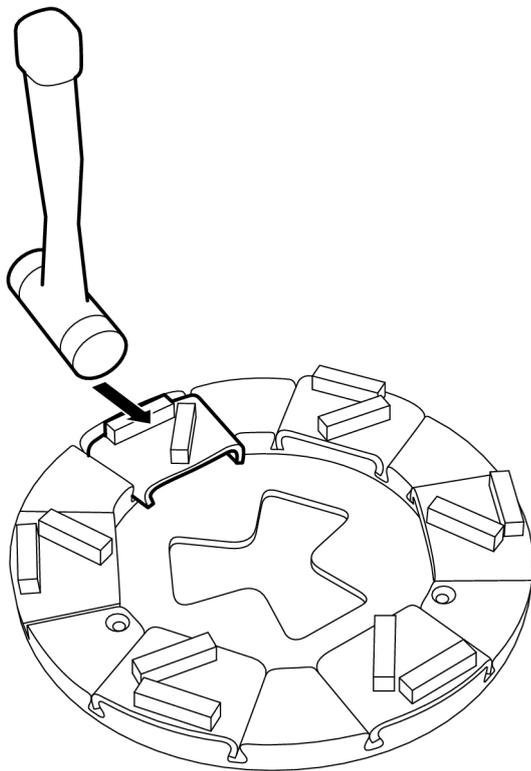

Figura 4-13. Rimozione dell'utensile di levigatura
1. Rimuovere l'utensile di levigatura battendo qualche colpo con un mazzuolo in gomma per sbloccarlo, vedere Figura 4-13, pagina 23. Sollevare quindi l'utensile estraendolo dalla scanalatura guida.